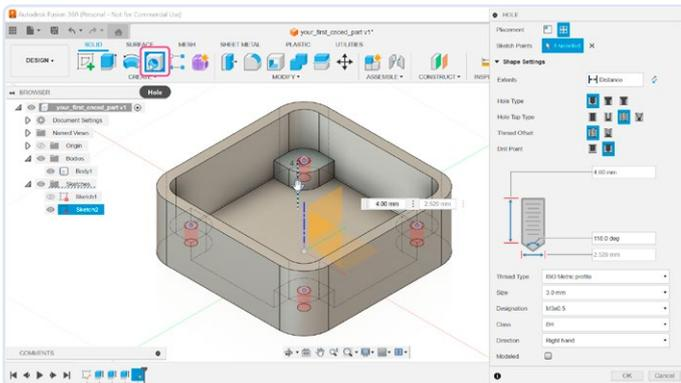

Bild 15. Einstellen der Tiefe und der Gewindearten für die Löcher.
15) Schließen Sie den Sketch, zeigen Sie *Body1* an und wählen Sie in der Symbolleiste das Bohrungswerkzeug *Hole* aus. Klicken Sie auf alle vier Punkte und setzen Sie die Bohrung (Bild 15). Stellen Sie *Hole Type* auf Gewindebohrung (*Tapped*) ein. Der Gewindetyp sollte für M3-Schrauben *ISO Metric profile* sein und *Size* sollte 3,0 mm betragen. Was die Tiefe betrifft, so sollen die Löcher nicht